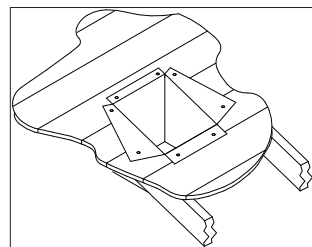

Figure 21
**7.** À l'aide de ciseaux à tôle, découper la boîte de support à partir des coins supérieurs vers la pente du toit et rabattre l'excédent sur le voligeage (Figure 21). Avant de clouer sur le toit, appliquer un filet de produit d'étanchéité non durcissant autour des bords supérieurs extérieurs de la boîte de support afin d'établir un joint entre la boîte et le toit. Nettoyer l'intérieur de la boîte de support de tout matériel ou débris combustible.